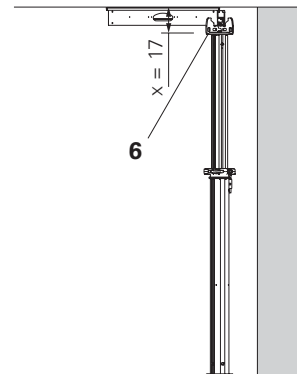

Fig. A2.07
1. Impostare l'estensione dei puntelli: altezza d'interpiano meno misura x . (Fig. A2.07).